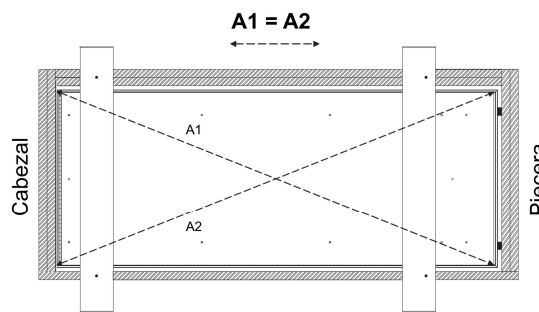

FIGURA 14 : ESCUADRE DE LA ESCALERA
K. Antes de continuar, el instalador #1 debe medir en diagonal el marco de aluminio para asegurarse que la escalera de ático este escuadrada. Las medidas en diagonal A1 y A2 deben medir lo mismo, hasta con 1/8" de diferencia entre ellas. Ver **Figura 14**. Si no, la puerta de la escalera de ático podría no cerrar correctamente. Si las medidas no coinciden, ajuste la piecera de la escalera de ático moviendo de lado a lado. Esto puede requerir ajustar las cuñas. Asegúrese de mantener el cabezal /bisagra centrada en la abertura mientras encuadra la escalera de ático. Use cuñas si es necesario.